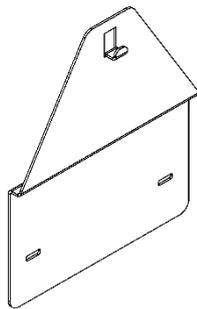

Рисунок 7.
7.2.3 При наличии в задней стенке только одного монтажного отверстия (сверху), а также если ранее был установлен аппарат марки «NEVA» или «BaltGaz», который крепился к стене с помощью двух крючков, можно выкрутить данные крючки и использовать отверстия для установки переходной планки (см. рис. 7). Переходная планка 114511-00.050 позволяет смонтировать аппарат с использованием уже имеющихся крепежных отверстий в стене. Переходная планка приобретается отдельно в фирменных магазинах или на сайте baltgaz.ru.